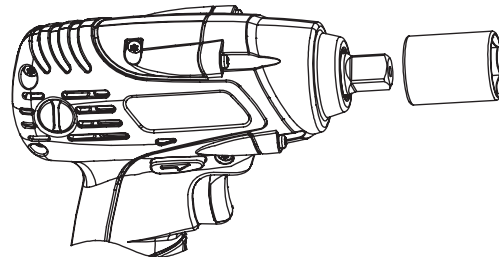

Abb. 4
1. Richten Sie die Öffnung des Einsatzes aus und legen Sie ihn auf den Spindel des Elektrogerätes bis zum Anschlag (Abb. 4).